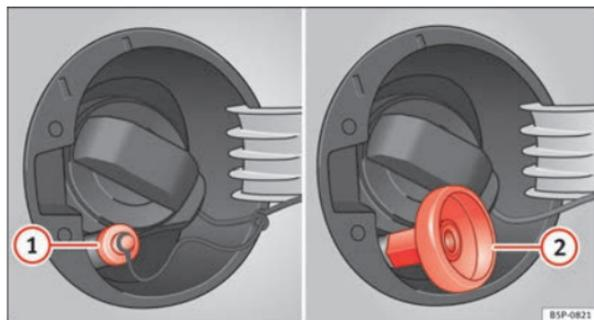

Fig. 153 Trappe à carburant ouverte avec goulot de remplissage de GPL et adaptateur.
- Enlevez le bouchon du goulot de remplissage de gaz ⇒ fig. 153 ①.
- Introduisez l'adaptateur correspondant ② au goulot de remplissage du GPL.